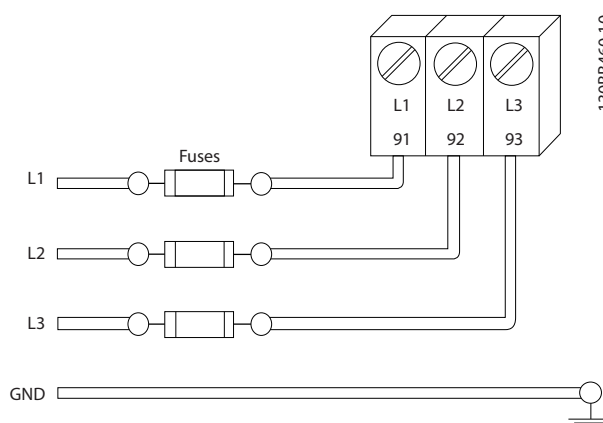

Ilustración 2.6 Convertidor de frecuencia Fusibles
- Todos los convertidores de frecuencia deben contar con protección contra cortocircuitos y sobrecorriente. Se necesitan fusibles de entrada para proporcionar esta protección. Véase la *Ilustración 2.6*. Si no vienen instalados de fábrica, los fusibles deben ser suministrados por el instalador como parte de la instalación. Véase los valores nominales máximos de los fusibles en 10.3 *Tabla de fusibles*.